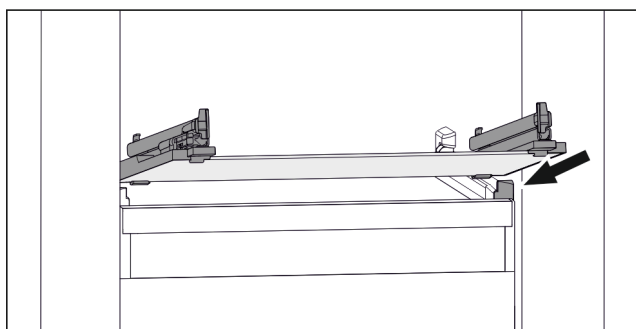

Fig. 167 Simbolična slika steklene plošče
- ▶ Stekleno ploščo postavite v poševnem položaju za zaustavljalniki. (glejte Fig. 167)